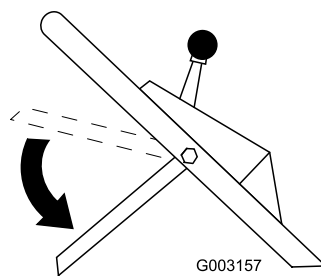

Figura 16
8. Mueva la barra de control de la cuchilla a su posición más baja (Figura 16).